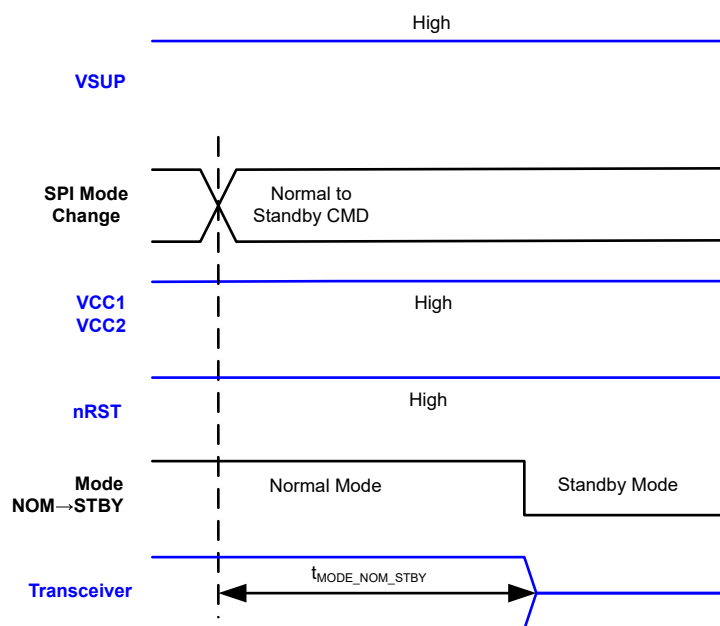

図 7-16. 通常からスタンバイのタイミング
- B. 青い信号は TCAN241x-Q1 の入力または出力で、黒は TCAN241x-Q1 に対する内部信号です。これはタイミング図 図 7-13、図 7-14、図 7-15、図 7-16 のためのものです。